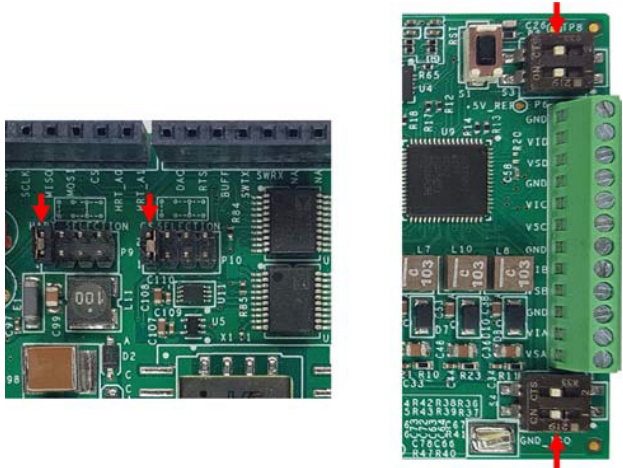

图17. P9和P10的默认并联跳线位置；双列直插式(DIP)开关，处于“开”位置
2. 如果尚未安装跳线，请将盒中提供的跳线按照图17所示的相同配置进行安装。